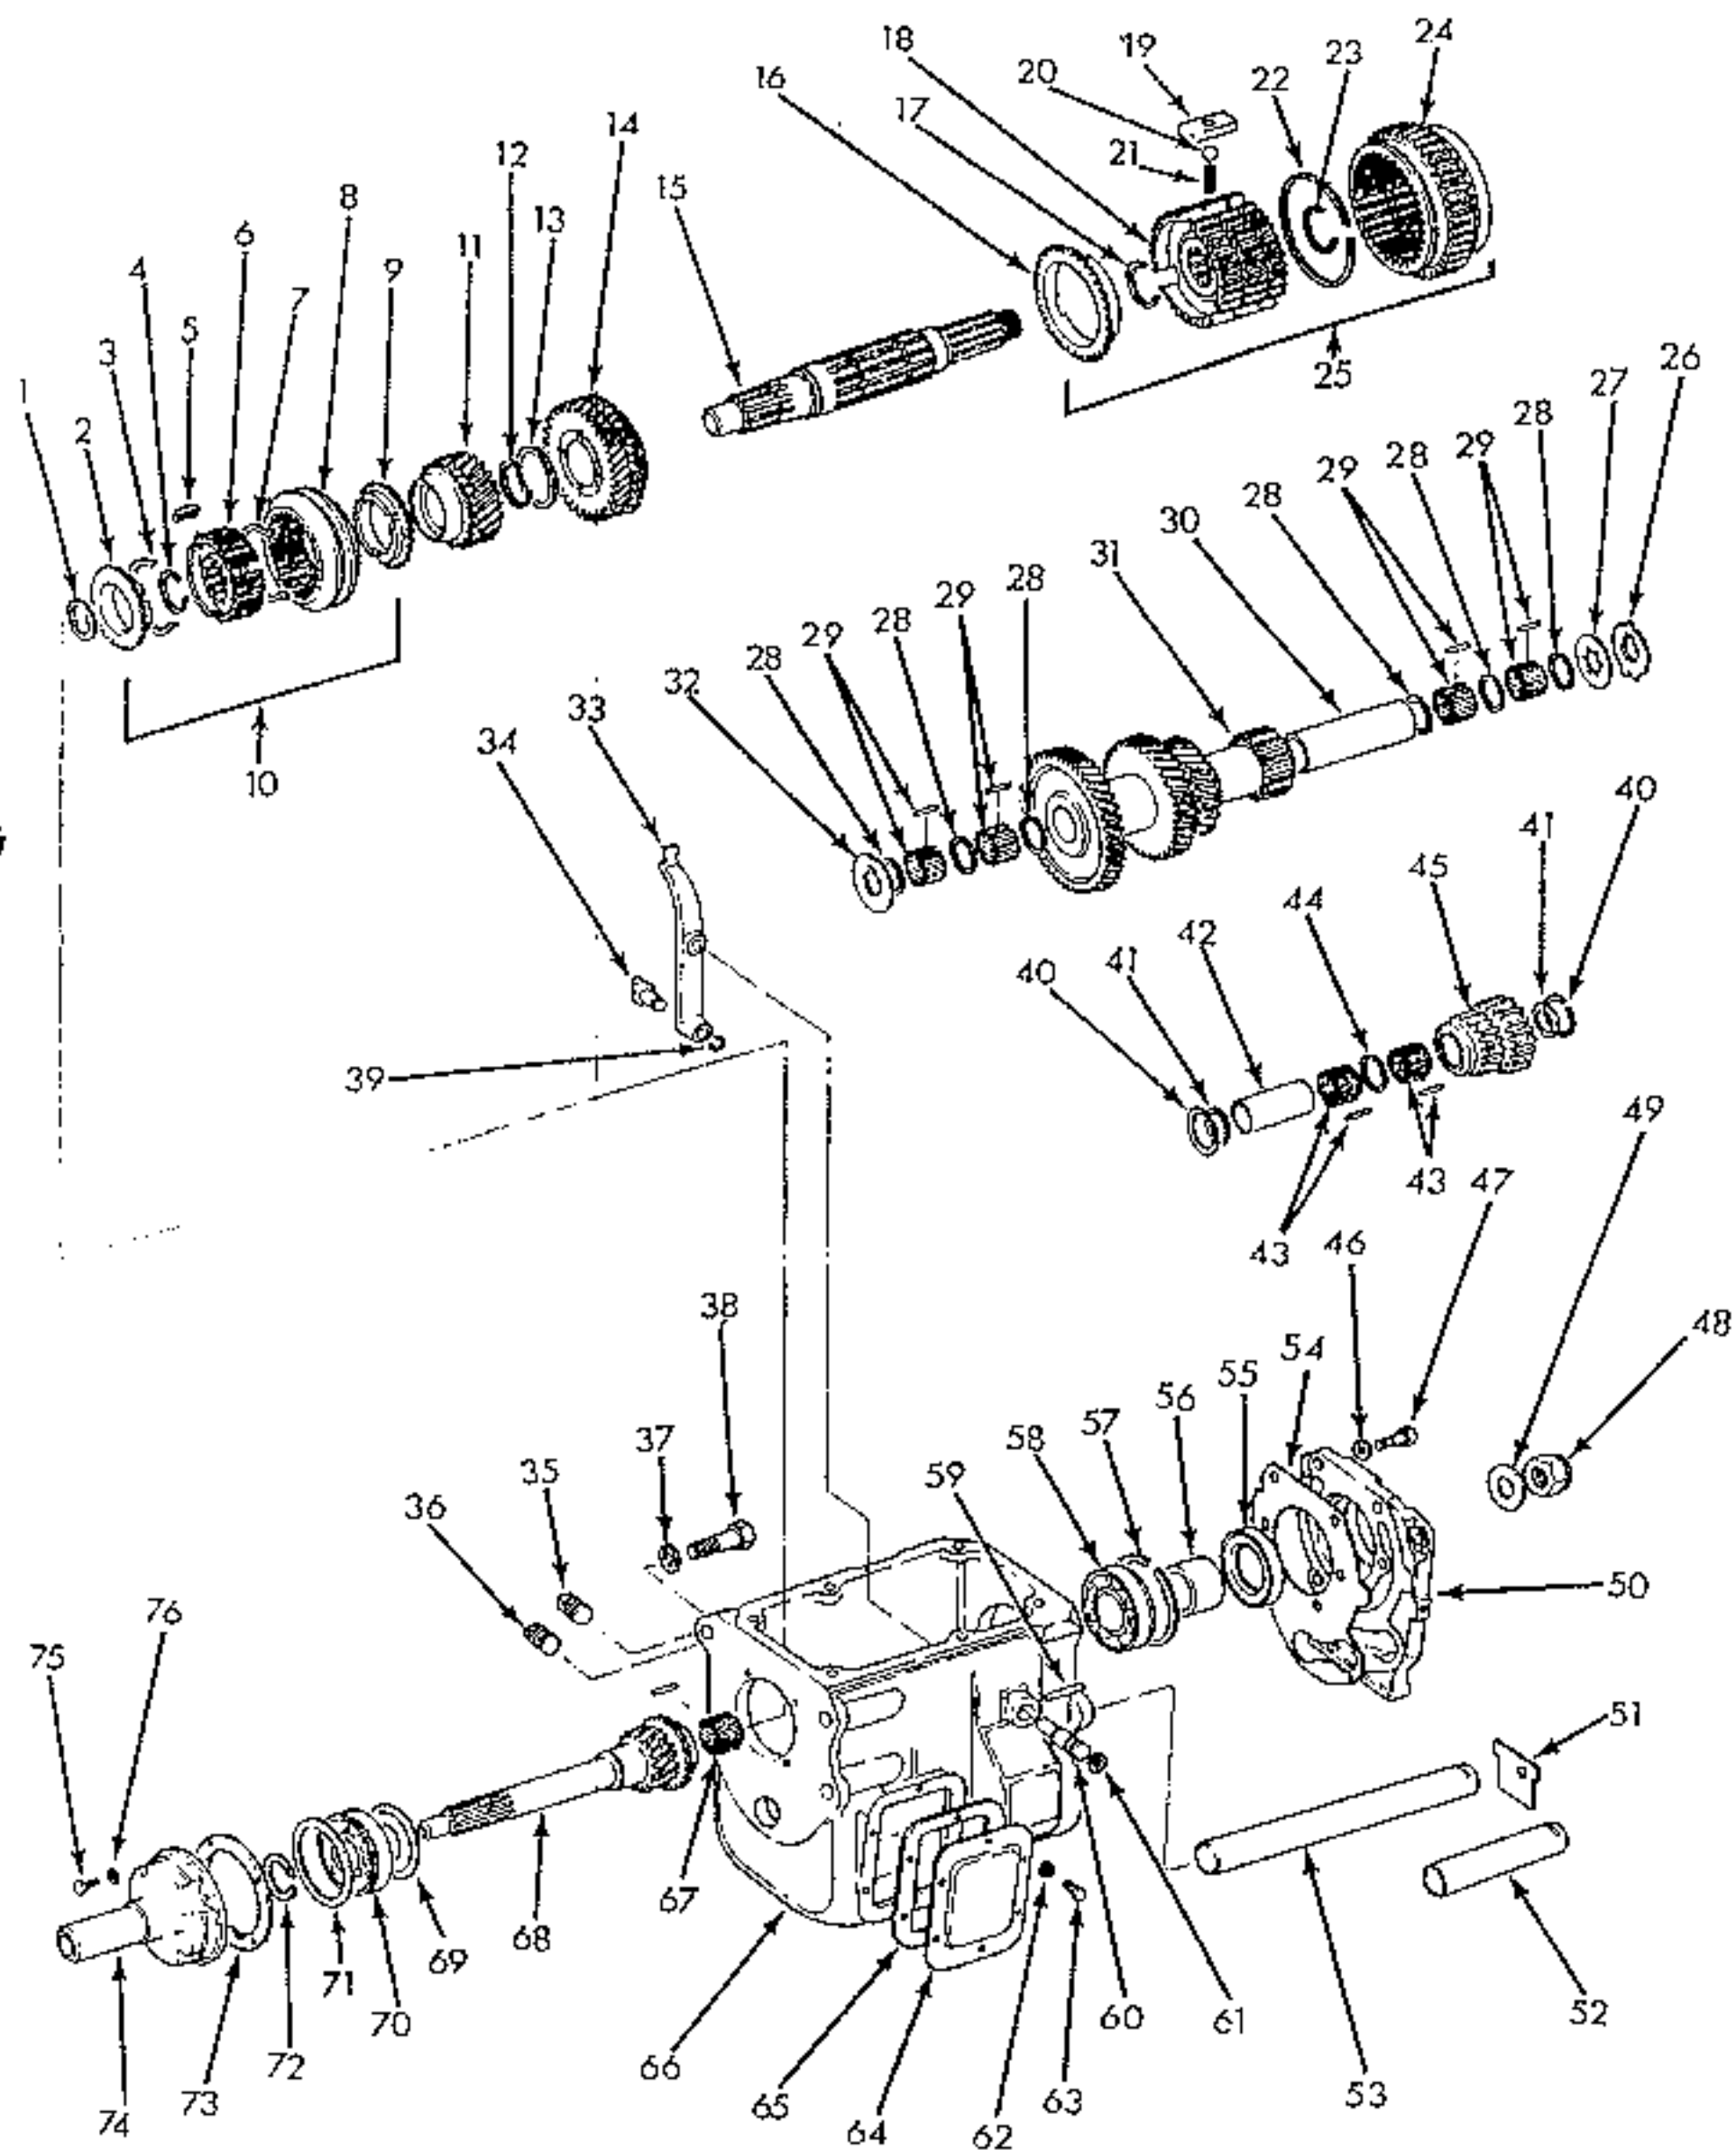

Bild 74 Montagebild des Viorganggetriebes.
- Unter Bezug auf Bild 74 den Sprengring (39) entfernen und den Drehstift (34) und den Rückwärtsschaltarm ausbauen. «O»-Dichtring entfernen und wegwerfen.
Der Zusammenbau des Getriebes geschieht in umgekehrter Reihenfolge wie das Zerlegen, unter Bezug auf Bild 74, aber die folgenden Punkte sind besonders zu beachten.